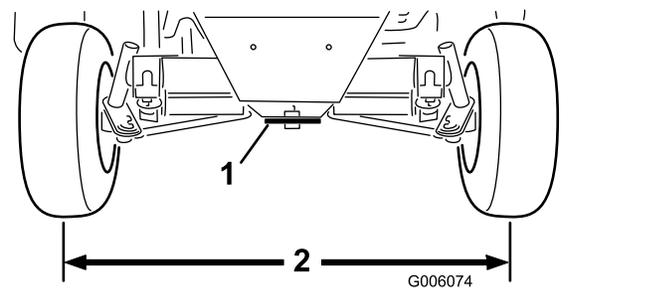

Figura 64
2. Ajuste ambas barras de acoplamiento hasta que la distancia de centro a centro entre las ruedas traseras, por delante y por detrás, sea la misma (Figura 64).